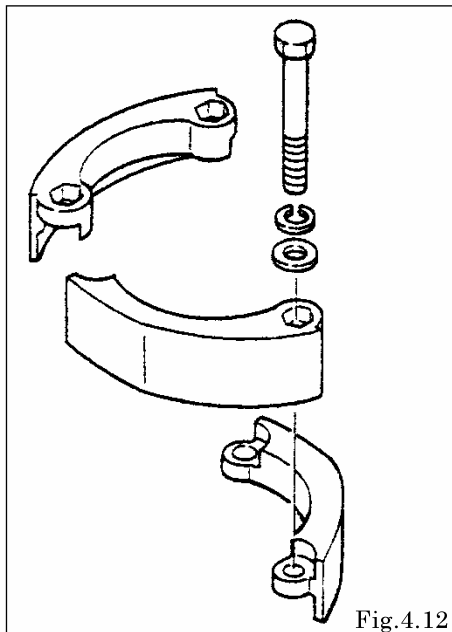

Fig.4.12
- Haga coincidir las piezas convexas y cóncavas del protector. [Fig. 4.12] (NDP-50 BP_·BV_, NDP-80 BP_)